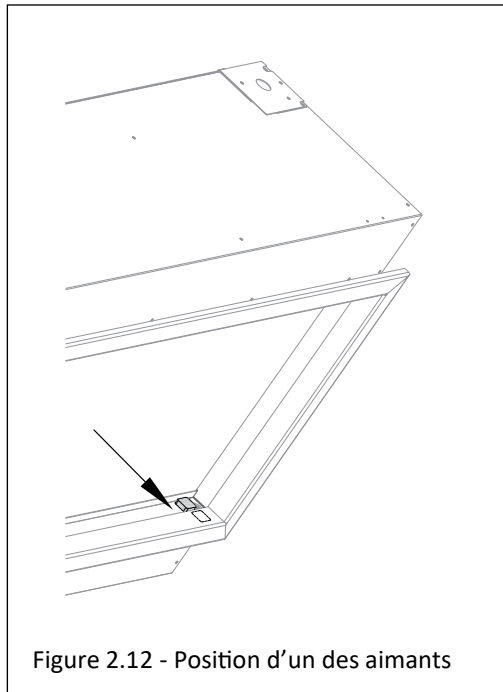

Figure 2.12 - Position d'un des aimants
5. Utilisez les aimants fournis pour fixer le bas du contour à l'appareil, tel que montré à la Figure 2.12. Ces aimants doivent être fixés au rebord inférieur de l'ouverture du foyer, et doivent être dissimulés par le rebord inférieur du contour.